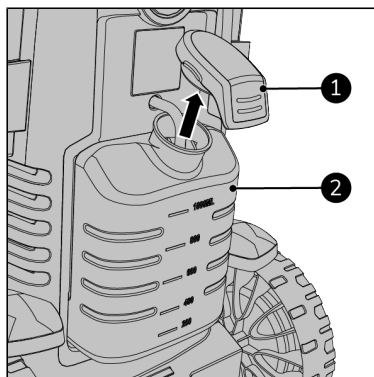

Abbildung 60.
1. Entfernen Sie die Verschlusskappe (Abbildung 60, Pos. 1) des Reinigungsmittel-tanks (Abbildung 60, Pos. 2) auf der Rückseite des Geräts.
3. Setzen Sie die Verschlusskappe wieder auf (Abbildung 60, Pos. 1).